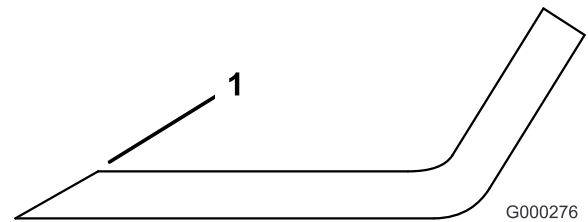

Bild 93
1. Schärfen Sie die Schnittkante an beiden Enden des Schnittmessers mit einer Feile (Bild 93). Behalten Sie den ursprünglichen Winkel bei. Das Schnittmesser behält seine Auswuchtung bei, wenn von beiden Schnittkanten die gleiche Materialmenge entfernt wird.